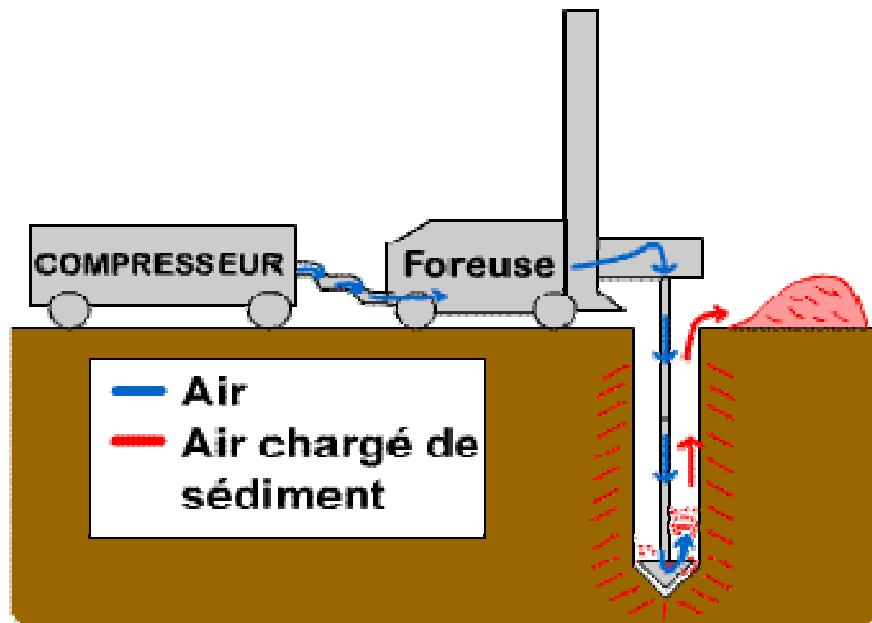

Figure 7: la remontée des cuttings par l'air comprimé
- *Les fluides à base d'air : utilisés pour la foration des terrains compacts, semi consolidés (Fig.7)*